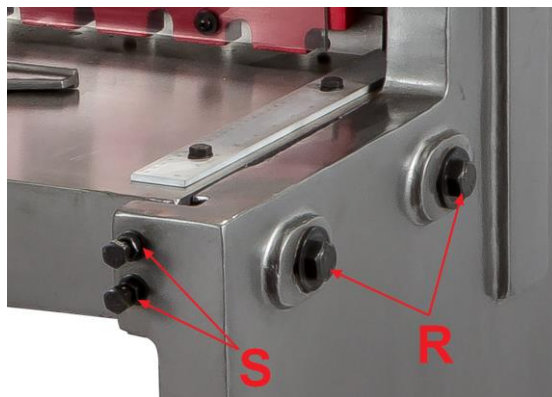

Рис.5
2. Ослабьте шестигранные гайки и болты (S, Рис.5). При незатянутых винтах все четыре угла стола должны располагаться под прямым углом к правой и левой боковой панели. При необходимости подложите прокладки под ножки станка.
Передвиньте нижний нож по направлению к верхнему. Немного ослабьте болты (R, Рис.5) и шестигранные гайки и поверните болты (S, Рис.5) для перемещения нижнего ножа к верхнему. Расстояние между верхним и нижним ножами должно составлять от 0,002 до 0,005 дюйма. Ножи **НЕ** должны перекрываться. Повторите тест с разрезом бумаги. Когда резка вас устроит, затяните шестигранные гайки (S, Рис 5) и болты (R, Рис. 5).